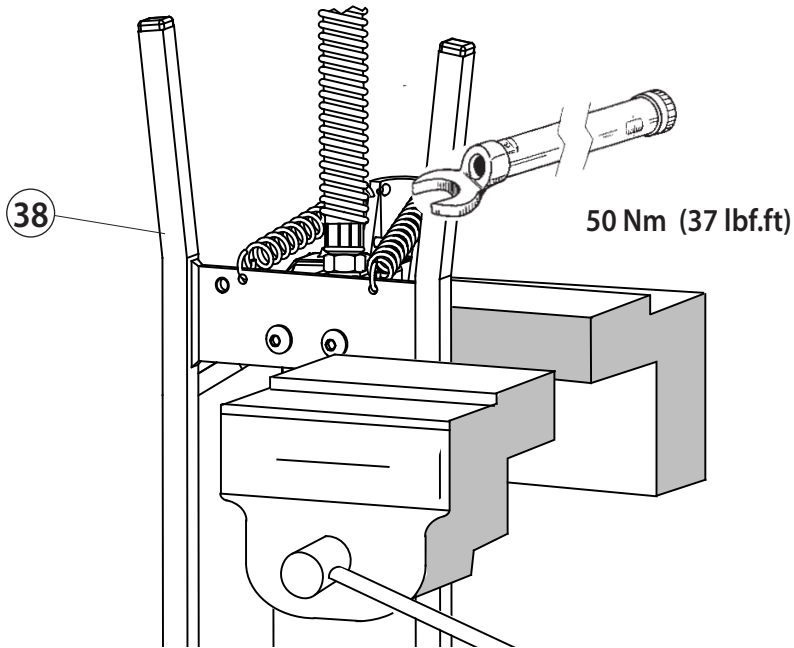

FIG. 8 PUMP POSITION FOR REPLACEMENT OF HIGH PRESS. HOSE
- Azionare energicamente per una decina di volte il pedale (9) tenendo contemporaneamente premuto il pedale (31): in questo modo si crea un energico flusso d'olio attraverso il circuito oleodinamico che rimuove le eventuali impurità che ostacolano il corretto funzionamento della pompa.
4.3) Sostituzione del tubo flessibile alta pressione (Rif. a Fig. 8)
- Tenendo il tubo flessibile rivolto in alto, serrare il basamento (38) tra le ganasce di una morsa bloccando così la pompa.